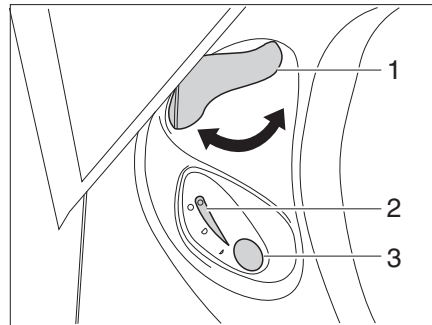

Bild 298 Reglage Thetford-toalett
- Öppna spjället på Thetford-toaletten före spolning. Därtill vrids spjällspaken (Bild 298,1) moturs.
- För att spola trycker man på den blå spolknappen (Bild 298,3).
- Efter spolning stängs spjället. Därtill vrids spjällspaken (Bild 298,1) medurs.
Kontrolllampan (Bild 298,2) lyser när Thetford-kassetten måste tömmas.
- Spjällspaken (Bild 298,1) vrids medurs. Spjället stängs. För att kunna tömma toaletten **måste** spjället vara stängt i Thetford-toaletten.